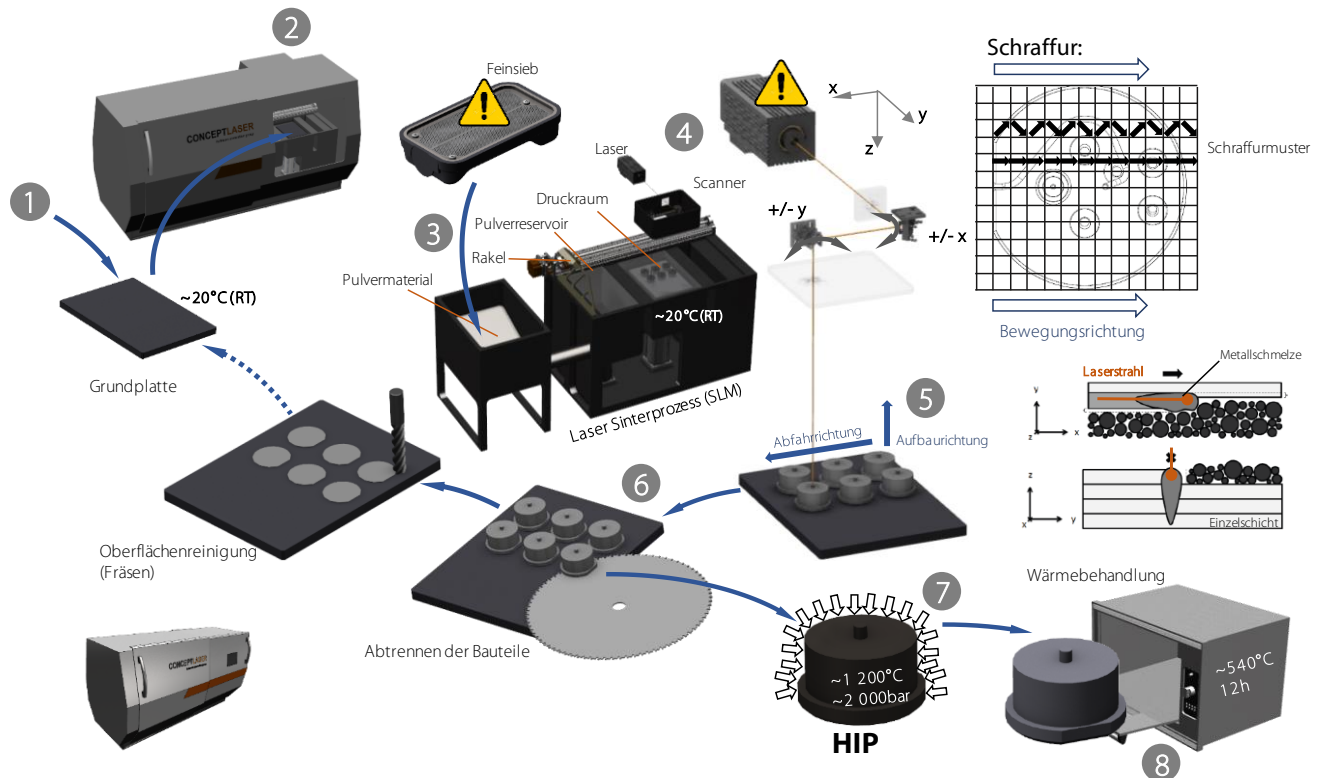

Bild 3: Prozessschritte additive Fertigung
Beim Lasersintern werden Metallpartikel durch einen Laser aufgeschmolzen und zu einem neuen Bauteil verbunden. Der prinzipielle Ablauf der Fertigung ist in Bild 3 dargestellt. Dabei wird zunächst eine Grundplatte in den 3D-Drucker auf den Boden des Bauraums eingelegt (1). In einem Pulverbehälter (3) befindet sich gesiebtes Metallpulver, das in das Pulverreservoir der Prozesskammer gefördert wird. Mit einer Rakel wird dann schichtweise das Pulver in den Bauraum übertragen. Im eigentlichen Aufbauprozess (5) wird der Laserstrahl über eine Spiegelmechanik und die Impulssteuerung so eingestellt, dass er bestimmte Schraffuren abfährt.